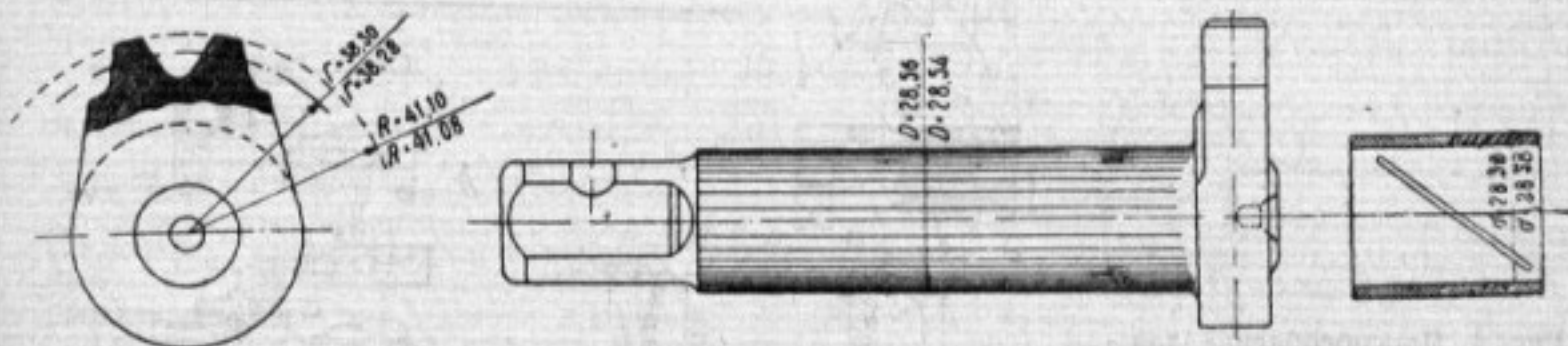

Рис. 2. Ремонтные размеры сектора и втулки рулевого управления ГАЗ-АА
Износы сектора червяка рулевого управления также вызывают люфт в рулевом управлении и должны быть устраняемы своевременно. Сектор рулевого управления ГАЗ-АА изнашивается по диаметру стержня (D) и по поверхности зубьев, входящих в зацепление с червяком (рис. 2). Для устранения люфта между стержнем сектора и втулкой картера рулевого механизма достаточно шлифовать стержень под ремонтный размер и поставить первую втулку в картер руля. На рис. 2 показаны червячный сектор и втулка автомобиля ГАЗ-АА.